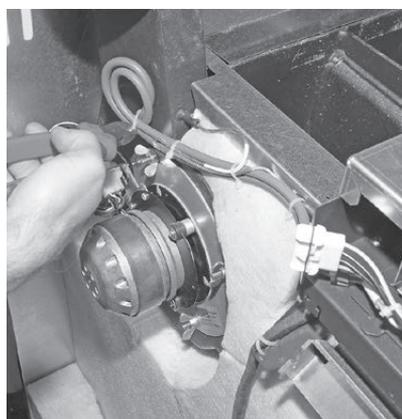

Fig. 36 Tagliare la fascetta per cavi
- ▶ Tagliare la fascetta per cavi sul cavo del ventilatore – Fig. 36.